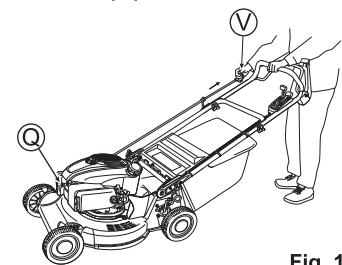

Fig. 11
- Installez le capuchon de la bougie d'allumage (Q). (Voir Fig. 11)
- Pour démarrer le moteur, prenez d'abord la poignée avec la main gauche puis saisissez la poignée du lanceur (V) avec la main droite. Tirez doucement sur la poignée du lanceur (V) et arrêtez temporairement de tirer lorsque vous sentez une certaine résistance du câble, puis tirez rapidement et avec force à partir de cette position. Après cela, faites doucement revenir la poignée du lanceur (V). (Voir Fig. 11)